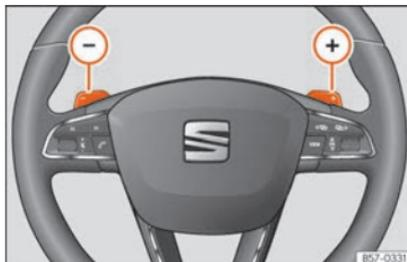

Abb. 260 Lenkrad: die Hebel für Automatikgetriebe.
- Tippen Sie die Schaltwippe (+), um einen Gang hochzuschalten »» **Abb. 260**.